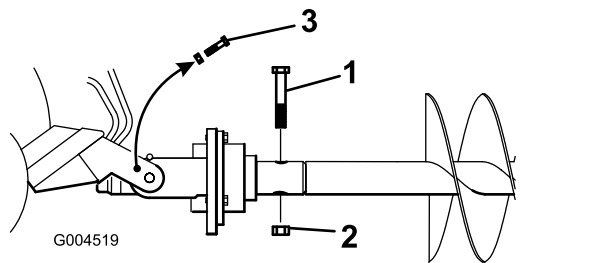

Figure 8
- Fixez la tarière à la tête d'entraînement avec un boulon ($\frac{7}{8}$ " x $4\frac{1}{2}$ ") et un écrou ($\frac{7}{8}$ "), comme montré à la Figure 8.